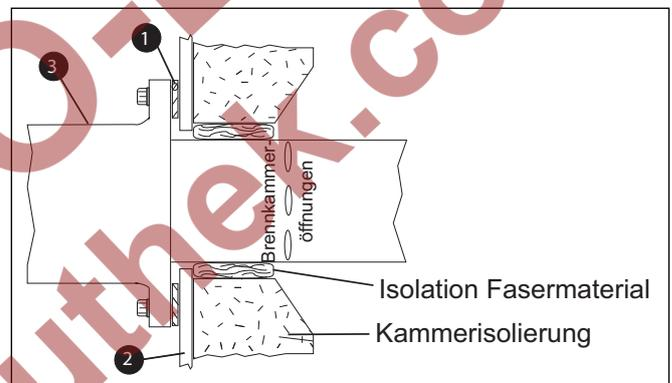

Abbildung 3.4. Brennerrohr aus Metalllegierung
1. Stellen Sie sicher, dass die Dichtung ① zwischen dem Brenner ⑤ und der Kammerwand ② installiert ist. Siehe hierzu Abbildung 3.4.
2. Rohr nur bis zur Brennkammeröffnung mit Isolations-Fasermaterial auffüllen, wie in Abbildung 3.4. gezeigt.